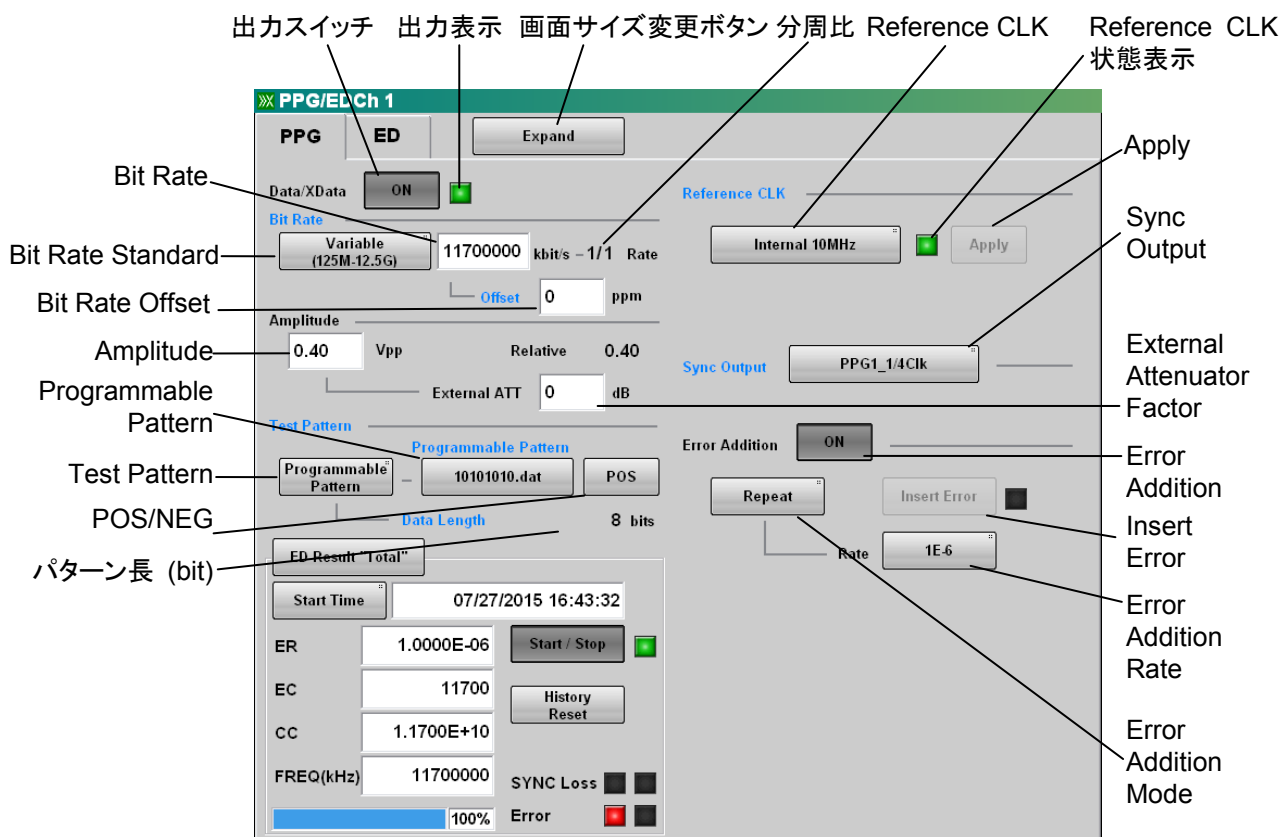

図5.1-2 パルスパターン発生器設定パネル (詳細)
3. [Main] をタッチすると、図 5.1-2 の画面が表示されます。